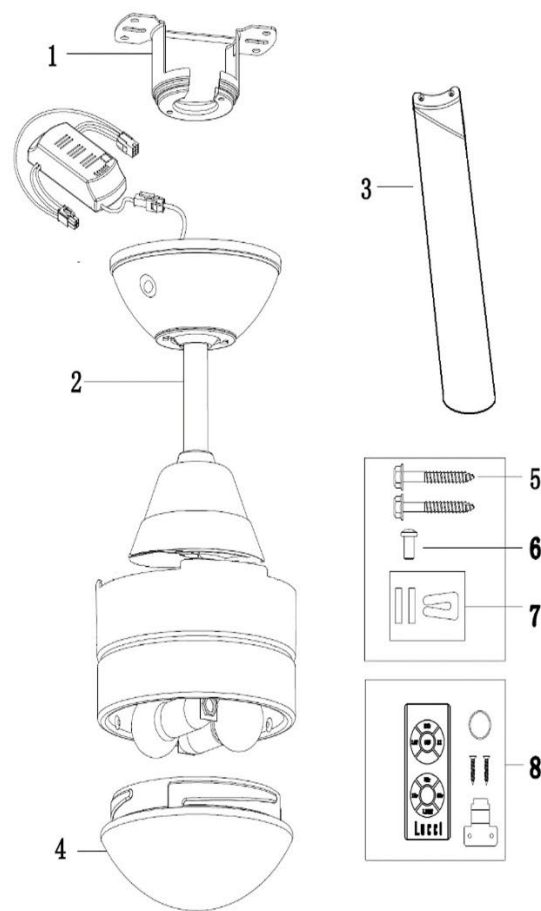

Fig. 1
- Desembale el ventilador e identifique con atención sus componentes. Consulte la Fig 1.